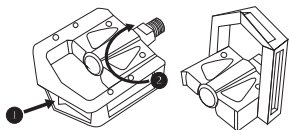

Рис. 37
1. Нажмите подошвой ботинка на внешний торец педали, чтобы она начала складываться (рис. 37);
2. Поверните складную часть педали на 90 градусов. (рис. 37)